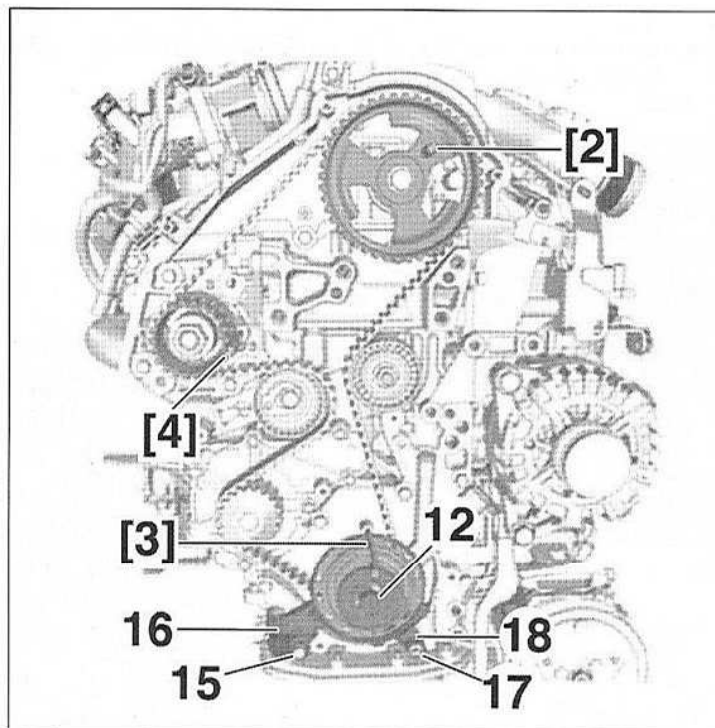

FIG.6
- les vis (15) (Fig.6),
- le capteur de position de vilebrequin (16),
- les vis (17),
- le guide de courroie (18).
- A l'aide de la vis (12), tourner le vilebrequin dans le sens horaire jusqu'à amener la roue dentée d'arbre à cames en position de blocage.